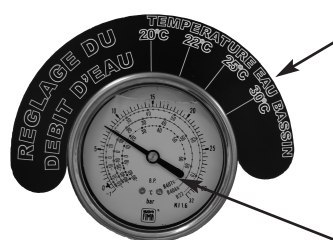

Fig. 1c
- Chiudere progressivamente la valvola n°2 affinché la pressione dell'acqua corrisponda alla temperatura della vasca, con l'ausilio del manometro di regolazione della portata d'acqua situato a lato della pompa (Fig. 1c).